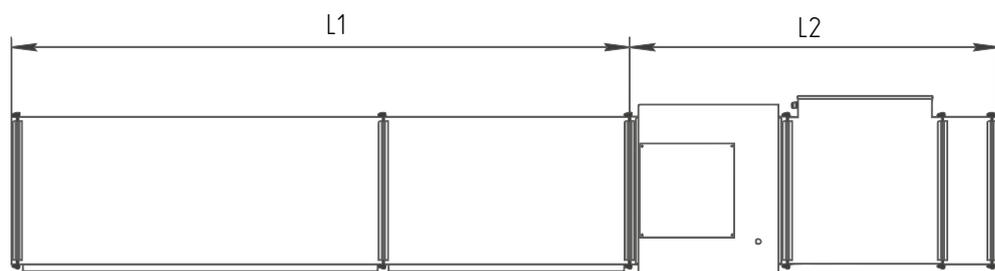

Рис. 2:
- **Длина/ширина щелевых секций (см. рис. 2) воздушной завесы** должна быть равна или превышать ширину дверного проема, чтобы препятствовать проникновению холодного воздуха. Полезная длина воздушных завес — от 2 до 5 м. Если сторона проема, на которой устанавливаются завесы, больше 5 метров, то следует устанавливать несколько агрегатов вплотную друг к другу